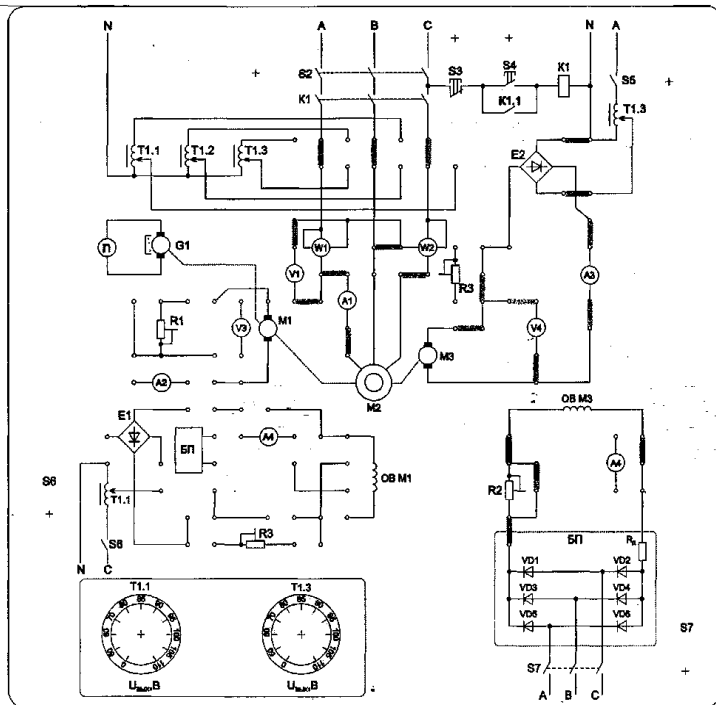

Рисунок 1
2. Собрать схему согласно рис. 1и предъявить её для проверки преподавателю.